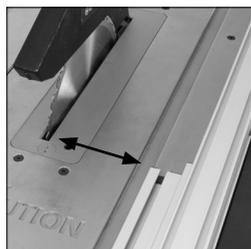

Fig. 45
- Nous vous recommandons régler et alignez l'arrière de la plaque de contact de la butée parallèle, de niveau avec la partie avant de la lame de la scie (Fig. 45).